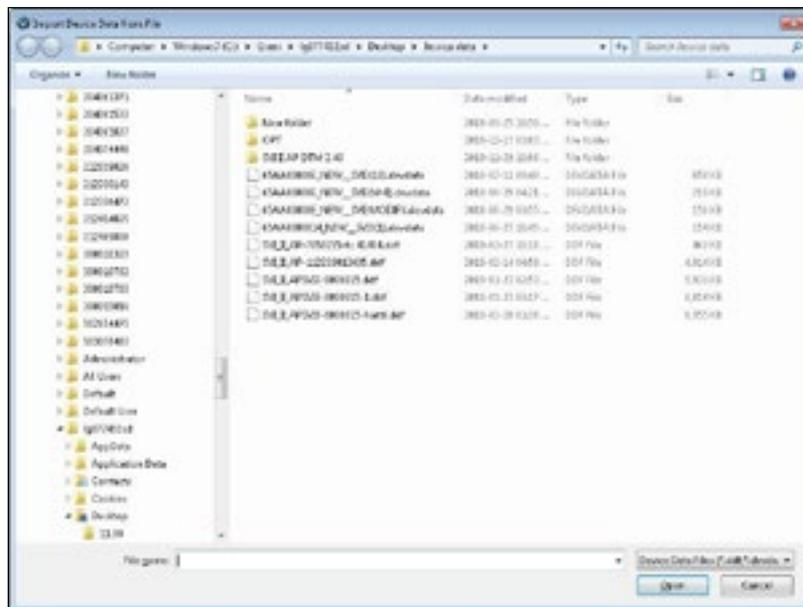

Figure 40 - Fenêtre d'importation et d'ajout d'un appareil
1. Sélectionnez l'appareil dans l'arborescence de topologie au niveau du DTM de communication, cliquez avec le bouton droit de la souris et sélectionnez **Import and Add New Device (Importer et ajouter un nouvel appareil)**. La Figure 40 s'affiche.